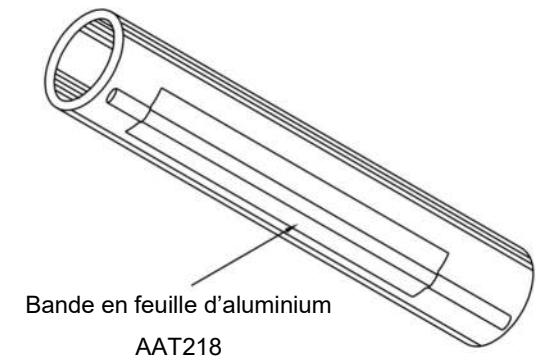

Figure 5
2. De la bande en feuille d'aluminium n'est à utiliser que si cela a été spécifié à la conception. Ce procédé est le plus souvent utilisé sur du tuyau en plastique pour compenser l'effet isolant de ce matériau (Voir la Figure 5 ci-dessus).